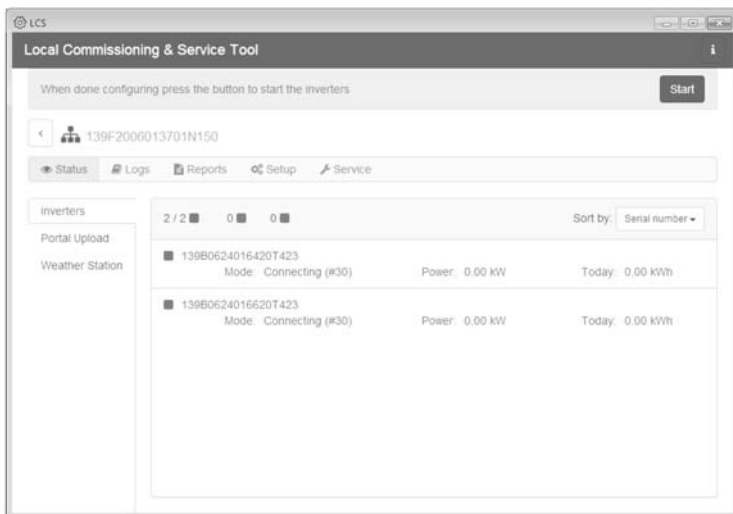

Abbildung 5.8 LCS-Tool - Liste aller an den Inverter Manager
11. Ein grünes Quadrat macht den in Betrieb genommenen Wechselrichter kenntlich. Die Wechselrichter werden jedoch erst mit dem Netz verbunden, wenn der **[Start]**-Befehl von der Leiste unterhalb des Startmenüs erfolgt ist. Siehe Abbildung 5.8.